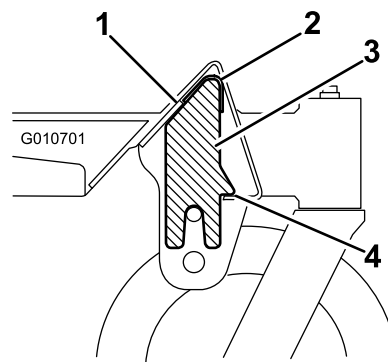

Figur 2
2. Montera en självhäftande stötdämpare på vikten (Figur 2).
3. Montera vikterna på maskinramens framsida. Fäst vikterna med en stång, fyra brickor och två hårnålssprintar enligt Figur 2.